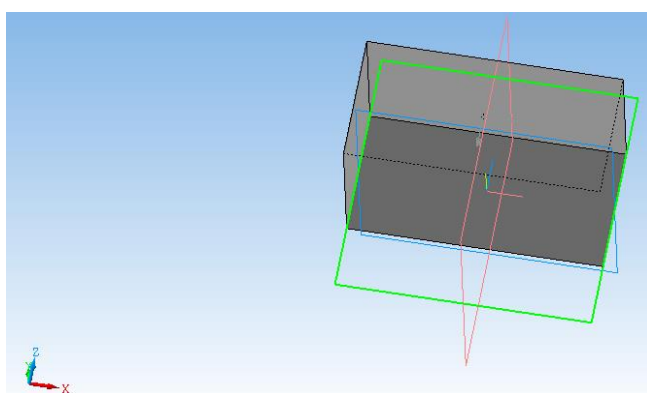

Рисунок 13.7 – Вращение детали
8. С помощью колесика мышки поворачайте деталь можно (рисунок 13.7).